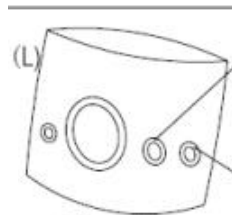

Fig.18
7. Punga cu accesorii include patru garnituri de etansare. Acestea sunt parti care se deterioreaza usor (vezi Fig. 18), doua pentru ansamblul de infuzare (vezi Fig. 19) si celelalte doua pentru gura de infuzare (vezi Fig. 20). Daca oricare din aceste garnituri se deterioreaza trebuie schimbata cu una de rezerva iar apoi aparatul va functiona normal.